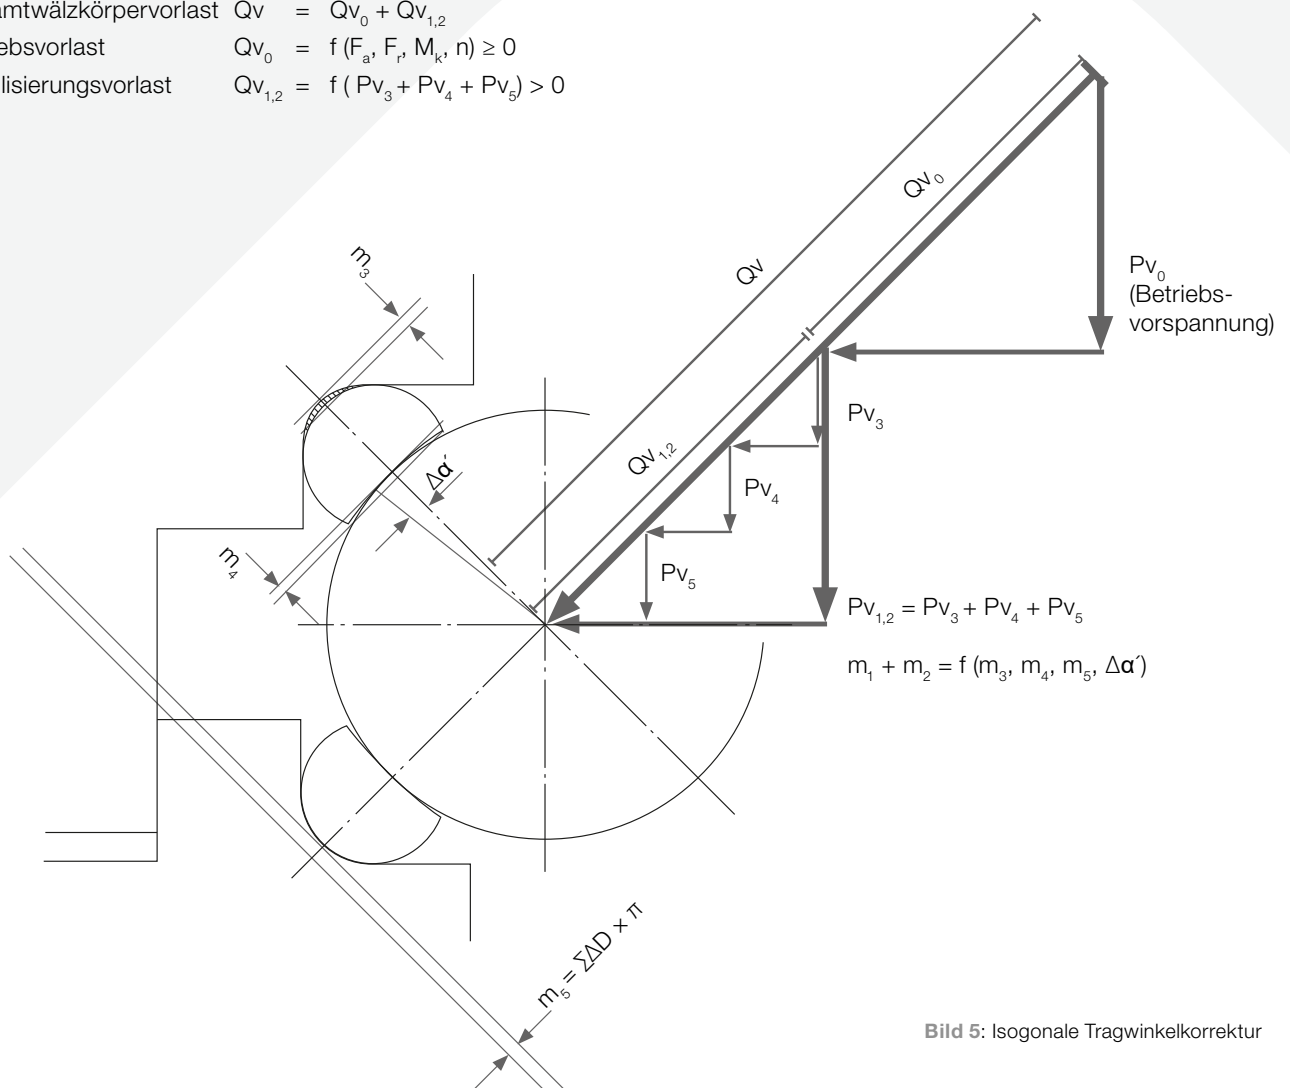
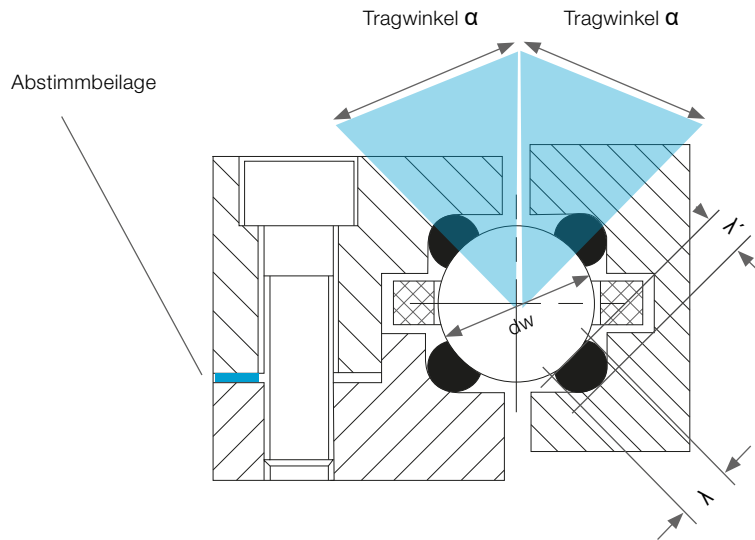

Bild 5: Isogonale Tragwinkelkorrektur
Bild 6: Fertig abgestimmte Drehverbindung
- sowie die daraus resultierende isogonale Tragwinkelkorrektur $\Delta\alpha'$ (siehe **Bild 5**)
Im Verlauf der Stabilisierung bis zum betriebsfertigen Zustand (siehe **Bild 6**) nähern sich die beiden äußeren Laufringe a und b (**Bild 2**, S. 4) um die Maße m_1 und m_2 (**Bild 5**, S. 6) einander an. Gleichzeitig verringert sich der Laufbahnäquator um den Betrag $2s$ – ein Effekt, der bei der konstruktiven Auslegung unbedingt berücksichtigt werden muss. Parallel dazu stellt sich der gewünschte Tragwinkel ein: von der Vorstufe α' auf den finalen Betriebswert α .